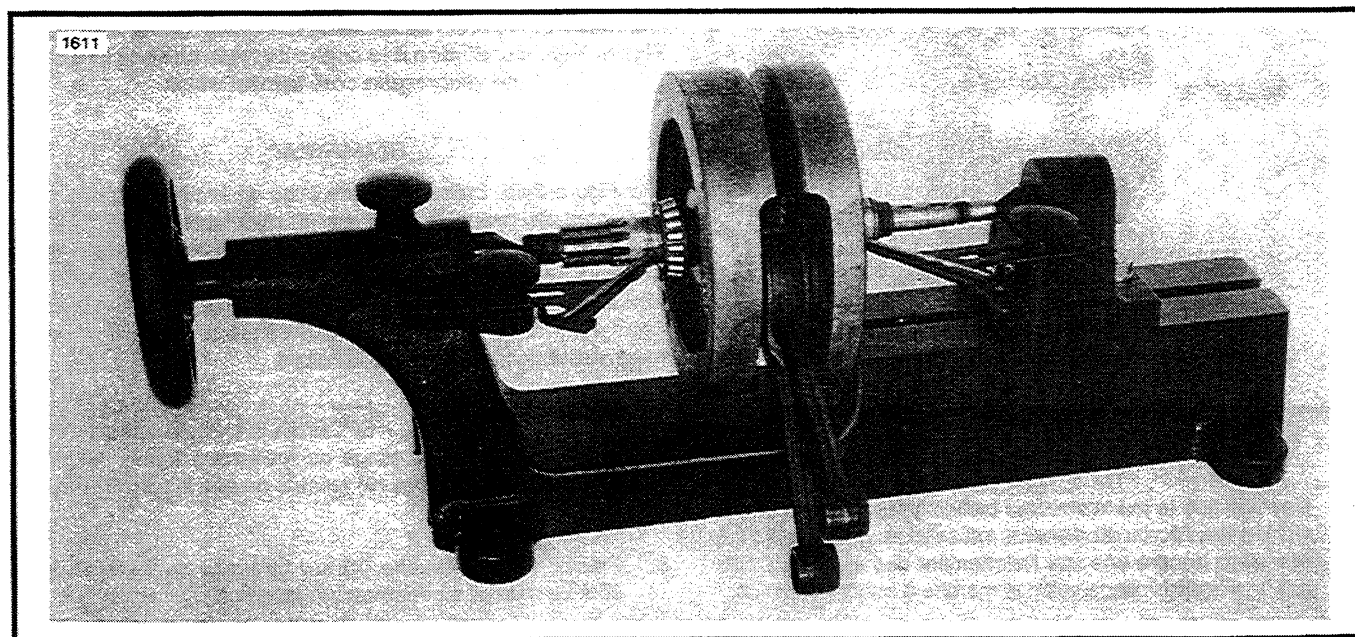

Figure 3-82. Alignement des masse
9. Serrez l'écrou du maneton à 150-185 pi-livre (203-251 N.m). Placez l'embellage sur l'ALIGNEUR DE VOLANT Harley-Davidson (réf. HD-96650-80) comme sur la Figure 3-82. Calez bien les centres. Les masses doivent tourner librement : cependant, les arbres ne doivent pas être desserrés dans les centres. Si l'embellage est trop lâche ou trop serré, les comparateurs ne seront pas précis. Réglez les comparateurs pour prendre les mesures aussi près que possible des volants, pour que les pointeurs soient au milieu des échelles.
16. Voir Figure 3-82. Réajustez les centres, faites tourner les masses et observez le comparateur. Répétez l'opération jusqu'à ce que le voilage ne dépasse pas 0,001 po. (0,025 mm) (Le comparateur est gradué en 2/1000 po. (5/100 mm)).